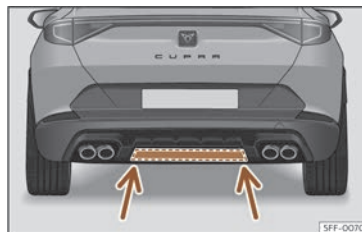

Fig. 83 Zones de détection de capteur inférieur
- Si le hayon arrière ne s'ouvre pas, répétez l'opération au bout de quelques secondes. Il est possible que la zone de détection du capteur n'ait pas été atteinte >>> **fig. 83**.